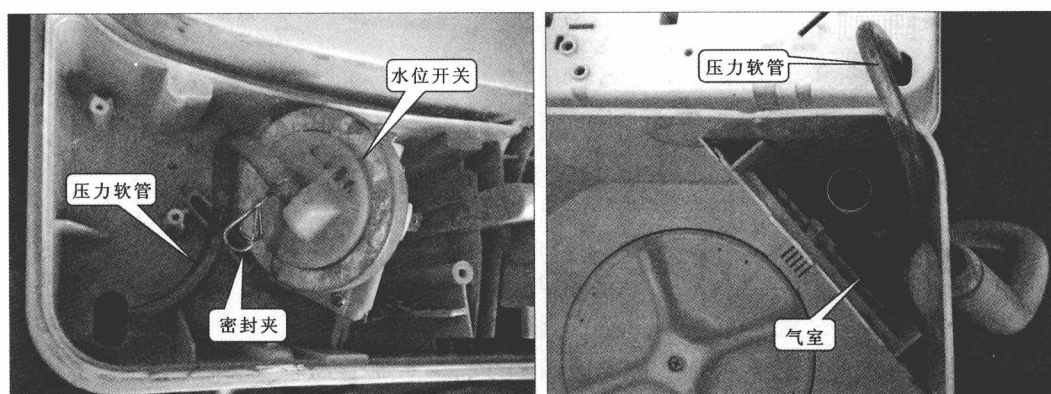

图 1-14 水位开关和压力软管
⑫ 水位开关由一个压力软管与洗衣机气室相连, 并且压力软管的接口处由密封夹固定, 如图 1-14 所示。